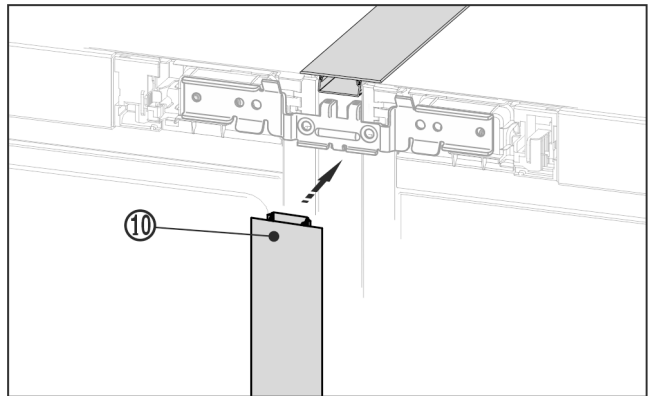

Fig. 23
- Tryck in den långa täcklisten Fig. 23 (10) i den vertikala spalten på framsidan. Kontrollera då att listerna går upp mot förbindelseplåten.